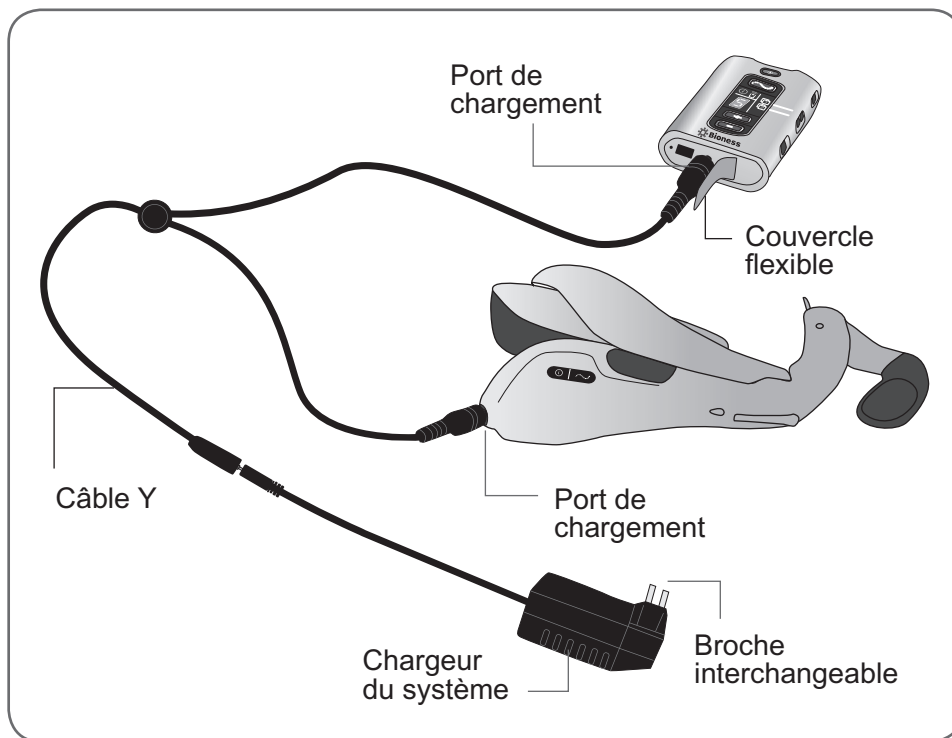

Figure 8-3 : Processus de chargement.
3. Connectez le câble Y aux ports de chargement de l'orthèse et de l'unité de commande. Le port de chargement de l'unité de commande se trouve en-dessous du couvercle flexible. Reportez-vous à la Figure 8-3.